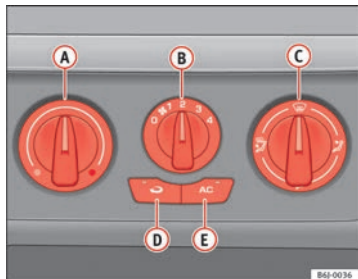

Fig. 94 Sur la planche de bord : éléments de commande du climatiseur
- Désactivez le système de refroidissement avec la touche **fig. 94** **D** (le témoin de la touche s'éteint).
Le mode recyclage de l'air ambiant $\Rightarrow$ fig. 94  (le témoin intégré à la touche est allumé) empêche les fortes odeurs ambiantes (qui peuvent par exemple se dégager lors de la traversée d'un tunnel ou dans un bouchon) de pénétrer dans l'habitacle.